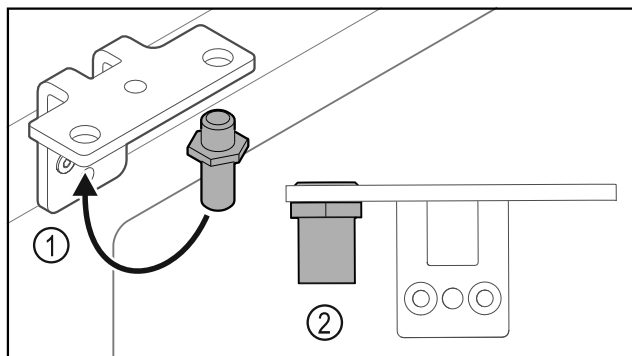

Fig. 30
- ▶ Cambiar la posición del perno Fig. 30 (1) en la escuadra de bisagra.
- ▶ Apretar el perno Fig. 30 (2) con un par de 12 Nm.